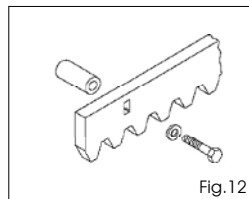

Fig.12
5.4.2. Stalen tandheugel – vastschroeven (Fig. 12)